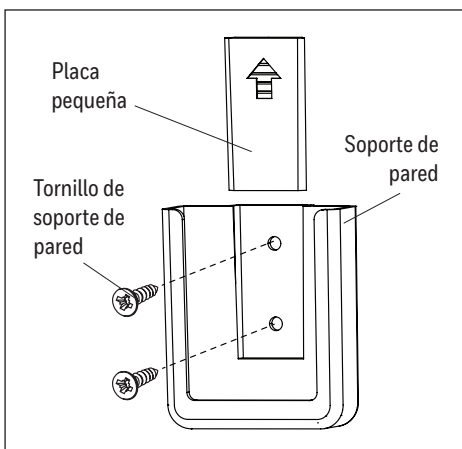

Figura 5.7
7. El paquete remoto viene equipado con un soporte de pared. Si desea instalar el soporte de pared, retire la placa pequeña para dejar al descubierto los orificios para tornillos. Inserte los tornillos de soporte de pared para el soporte de pared por los orificios y en la pared, y luego cubra con la placa pequeña que retiró previamente. Se puede guardar el control remoto en el soporte de pared para un fácil acceso (Figura 5.7).